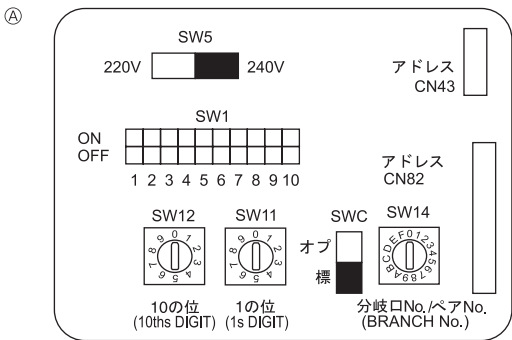

Abb. 4-4
- ① MA-Fernbedienung
- ② M-NET-Fernbedienung
4.5. Adressen einsetzen (Abb. 4-4)
- ① Wie stellt man Adressen ein
4.6. Messen der Raumtemperatur mit dem in eine Fernbedienung eingebauten Temperaturfühler (Abb. 4-4)